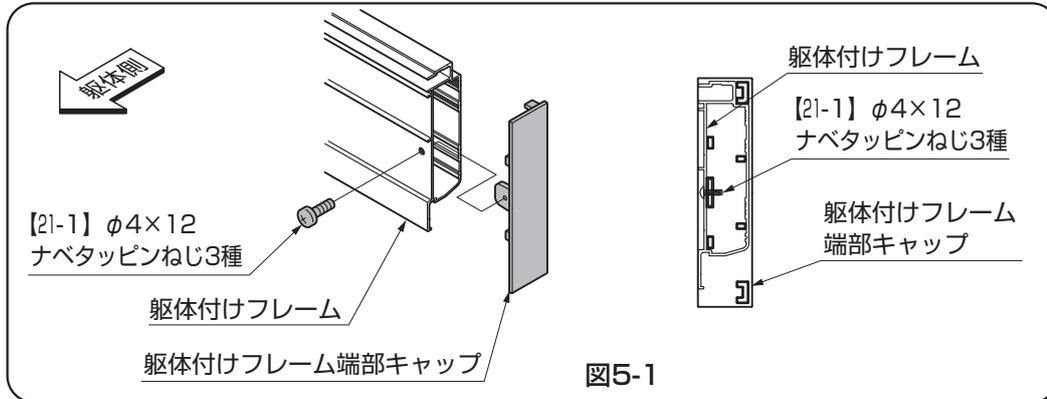

図5-1
- ① 躯体付けフレーム端部キャップを躯体付けフレームに【21-1】で取付けてください。(図5-1参照)